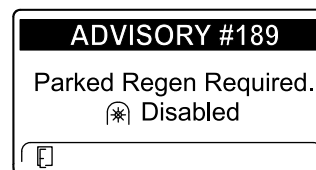

Bild 52
- Wenn Sie eine geparkte Regenerierung nicht innerhalb von zwei Stunden durchführen, wird im InfoCenter „Parked regeneration required – power takeoff disabled ADVISORY #189“ angezeigt (Bild 52).